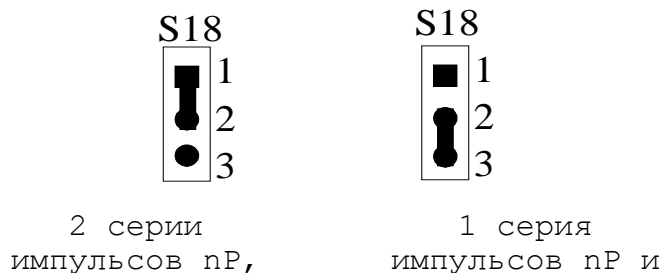

Рисунок 5.29
- **S18** - Данная перемычка служит для выбора режима импульсного задания движения привода. По умолчанию выбирается 1 серия импульсов nP и направление движения DIR, смотри рисунок 5.29. Модуль ECDP NC310-38 обеспечивает два режима импульсного задания движения привода, иллюстрация которых показана в таблице 5.17.